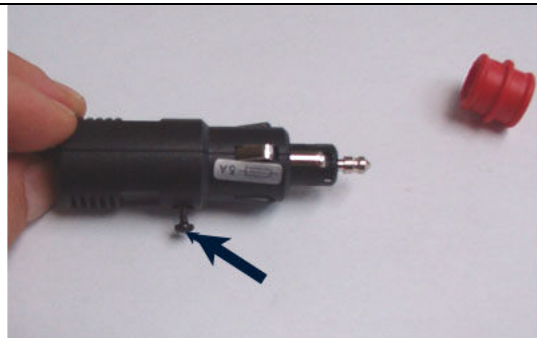

Bild 2
2. Schraube des Steckergehäuse ausdrehen (Bild2)